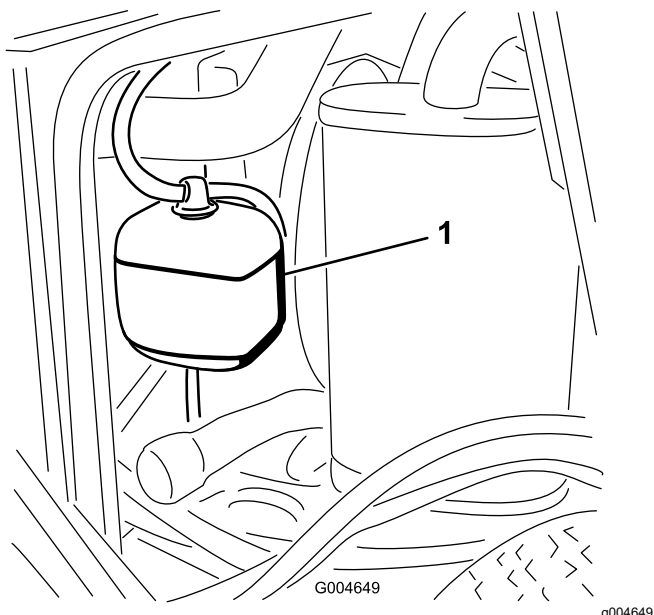

Рисунок 44
1. Проверьте уровень охлаждающей жидкости в расширительном бачке (**Рисунок 44**).